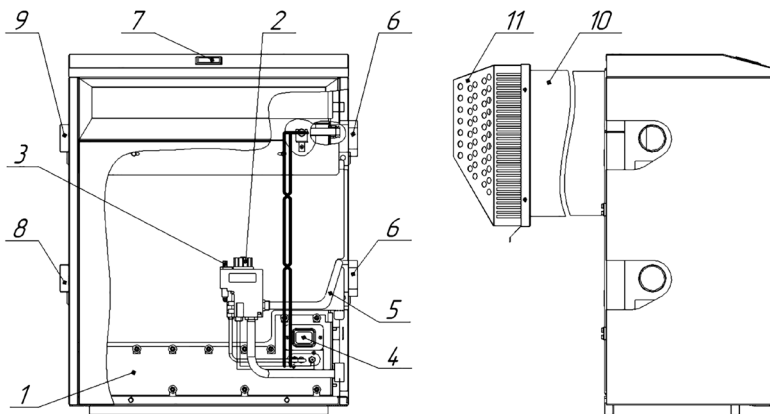

Рис. 1. Котёл «Патриот ПРО» с автоматикой 630 EUROSIT
- 5.1 Котёл представляет собой сварную конструкцию, образующую по всему периметру водяную рубашку, окаймляющую топочную камеру. В нижней части котла, в проеме топочной камеры, установлено газогорелочное устройство с органами управления. В задней части котла находится газоотводящий патрубок для удаления продуктов сгорания из топки. На задней поверхности котла расположены проушины для крепления котла к стене. На боковых стенках котла расположены патрубки для подключения отопления (см. рис. 1).